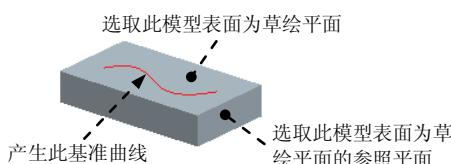

图 5.19.33 创建草绘基准曲线
如图 5.19.33 所示，现需要在模型的表面上创建一个草绘基准曲线，操作步骤如下。
Step3. 选取图 5.19.33 中的草绘平面及参照平面，单击  按钮进入草绘环境。